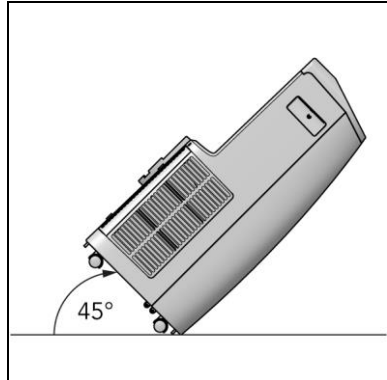

Abbildung 6
1. Das Gerät kann von Raum zu Raum bewegt werden. Achten Sie darauf, das Gerät nicht mehr als 45 Grad zu neigen. (Abbildung 6).